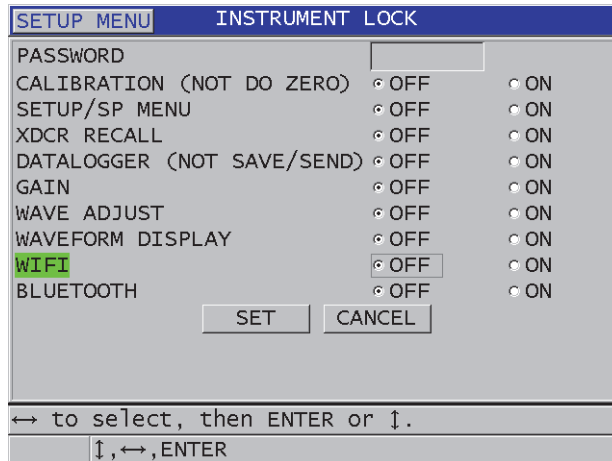

Figure 8-9 Écran INSTRUMENT LOCK (VERROUILLAGE DE L'APPAREIL)
3. Dans l'écran **INSTRUMENT LOCK** (VERROUILLAGE DE L'APPAREIL) [Figure 8-9 à la page 151], faites ce qui suit :